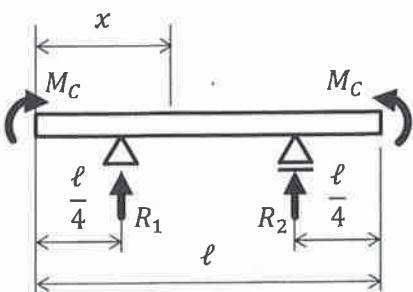
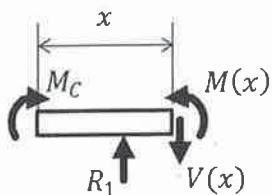

図2.1：棒材
図2.2：自由体
図2.1に示すように長さ ℓ の棒材が水平に配置され、左端から $\ell/4$ 離れた点が回転支点で、右端から $\ell/4$ 離れた点が移動支点でそれぞれ支持されている。加えて、左端には時計回りの、右端には半時計回りの集中モーメント M_C がそれぞれ作用している。さらに、左端からの水平方向の任意の距離 x を定義し、図2.2に示す x の位置に、仮想断面を取った自由体に、生じる断面力を $M(x)$, $V(x)$ と定義する。このとき、以下の問いに答えよ。ただし、棒材は十分に軽く、集中モーメントによって生じる変形は微小で、棒材の曲げ剛性は D とする。
- (1) 回転支点、移動支点に生じる支点反力 R_1 および R_2 を示せ。ただし、それぞれ M_C , ℓ のうち必要なものを用いてよい。
- (2) 図2.2における曲げモーメント $M(x)$ を、 x , M_C , ℓ のうち必要なものを用いて示せ。
- (3) 任意の x に対する棒材の下方向への移動量 $y(x)$ を、 x , M_C , ℓ , D のうち必要なものを用いて示せ。
- (4) $y(x)$ の絶対値が最大となる $x = x_1$ と、その絶対値 $|y(x_1)|$ を、 M_C , ℓ , D のうち必要なものを用いて示せ。